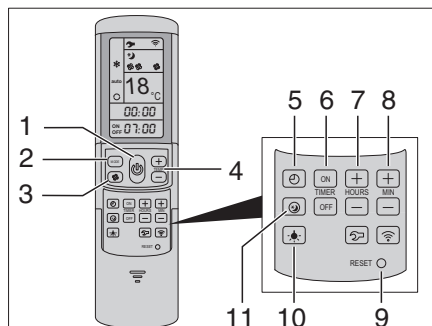

Fig. 339 Télécommande
La climatisation est montée sur le toit du véhicule. La télécommande (Fig. 339) pour la climatisation se trouve dans le coin cuisine.
- Pour la mise en service, appuyer sur la touche (Fig. 339,1) de la télécommande.
- Régler le mode de fonctionnement désiré avec la touche MODE (Fig. 339,2).
- Si nécessaire, régler l'étage de ventilateur désiré avec la touche (Fig. 339,3) et la température ambiante avec les touches (Fig. 339,4).
- Pour la mise hors service, appuyer à nouveau sur la touche (Fig. 339,1) de la télécommande.
- Pour la programmation, enclencher la climatisation avec la touche (Fig. 339,1) sur la télécommande.
- Régler le mode de fonctionnement désiré avec la touche (Fig. 339,2) et la température ambiante avec les touches (Fig. 339,4).
- Sélectionner la fonction désirée avec les touches (Fig. 339,6) :
- Avec les touches (Fig. 339,7 et 8), sélectionner la durée de commutation désirée (15 minutes à 24 heures).
- Confirmer le réglage avec les touches "ON" ou "OFF" (Fig. 339,6).